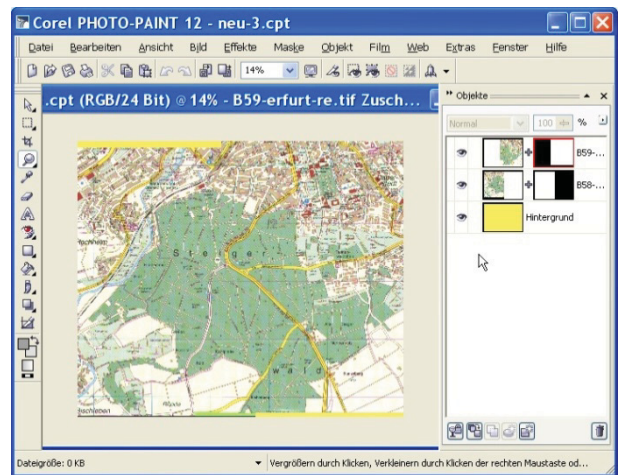

Abb. 10-13: Montierte Bildteile auf Objektebenen
- Mit der Option *Aus Bildern Objekte erstellen* öffnet sich ein neues Dokument, in dem die Bilder auf verschiedenen Objektebenen liegen (Abb. 10-13) und einzeln weiterbearbeitet werden können.